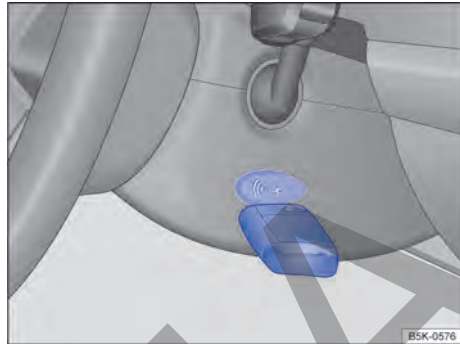

Fig. 88 A la derecha en la columna de dirección: función de arranque de emergencia en vehículos con sistema de bloqueo y de arranque Keyless Access sin llave.
- Mantener la llave del vehículo directamente después de presionar el botón de arranque a la derecha de la columna de dirección → **fig. 88**.